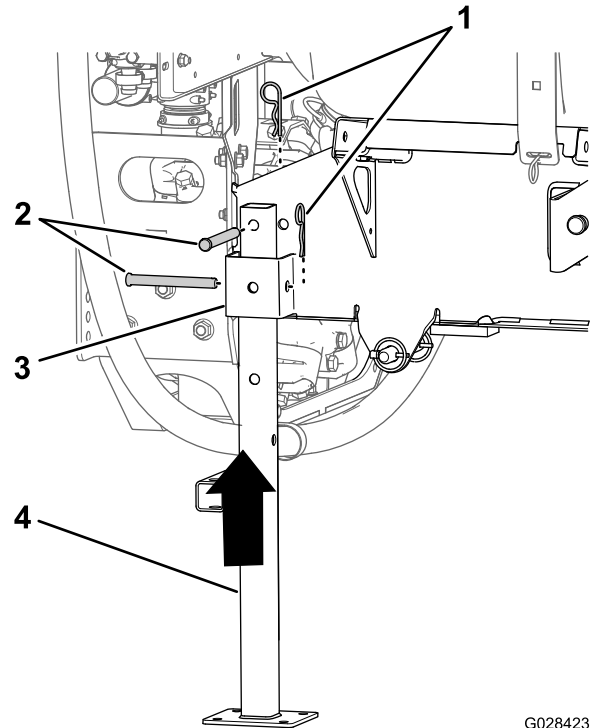

Bild 106
5. Fluchten Sie den hinteren Achsständer mit der Aufnahme für den hinteren Achsständer aus (Bild 106).
6. Fluchten Sie das Loch oben am Achsständer mit dem Loch im Rahmen des Behältergestells aus (Bild 106)
7. Befestigen Sie den Achsständer mit zwei Lastösenbolzen (1/2" x 4 1/2") und zwei Splints (5/32" x 2 5/8") an der Aufnahme und dem Rahmen, wie in Bild 106 abgebildet.